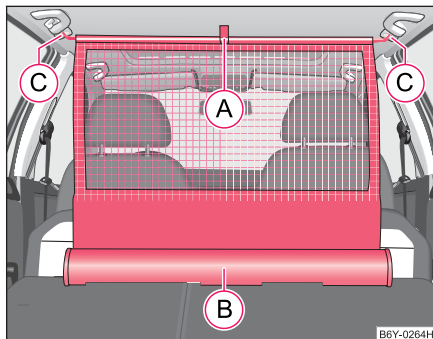

Fig. 59 Dérouler le filet de séparation
- Sortez le filet de séparation du boîtier (B) en le tirant au niveau de la bride (A) ⇒ fig. 59.
- Mettez la tige transversale dans l'appui (C) d'abord sur un côté et poussez-la vers l'avant.
- De la même manière, fixez la tige transversale de l'autre côté du véhicule, appui (C).